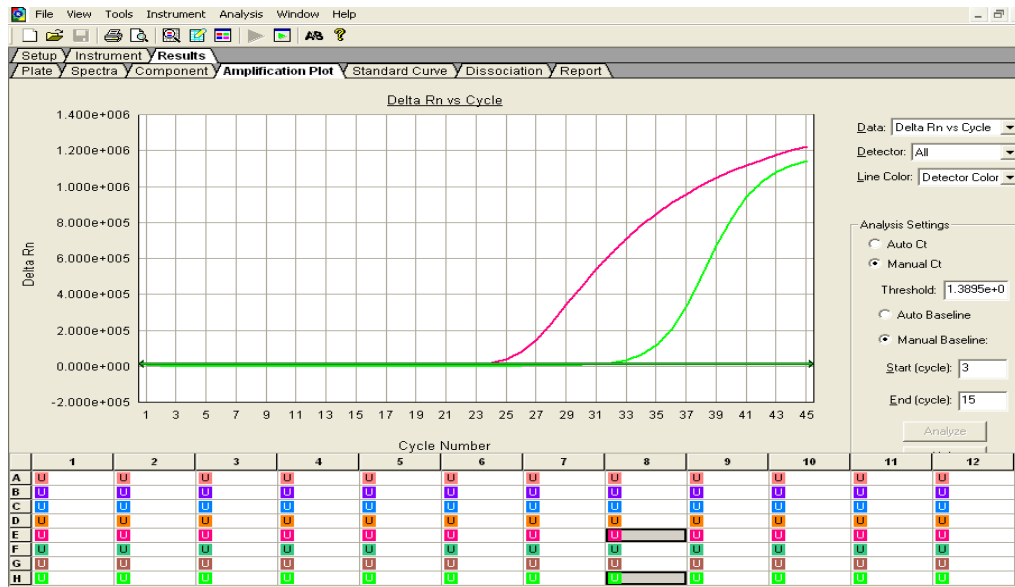

Figura 18.- Muestra positiva para Parainfluenza 3.
- e) **Parainfluenza 3 (HPIV3)**: Se reportará un resultado positivo al observar una sigmoide en los detectores con **Curva de amplificación “Fucsia”**: Fluorocromo para la detección de Parainfluenza 3. **Curva de Amplificación “Verde Fluorescente”**: Fluorocromo para la detección de RP. (Figura 18).